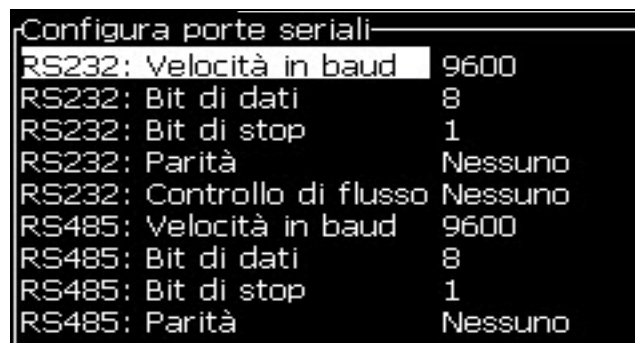

Figura 4-21: Finestra di dialogo: configura porte seriali
- 2 Selezionare *Serial Port Configuration* (configurazione porta seriale) e premere *Invio*. A questo punto, appare la finestra di dialogo *Configure Serial Ports* (configura le porte seriali) (vedi Figura 4-21).